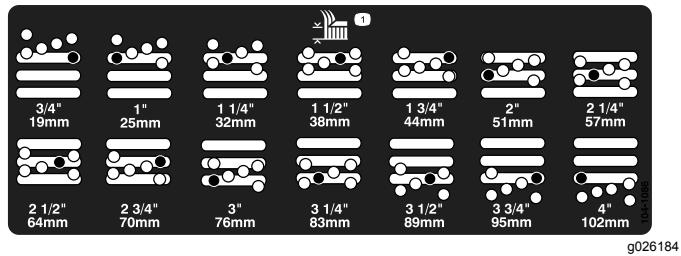

Figura 17
5. Mueva la cámara a la altura deseada e instale el espaciador en el taladro y la ranura de altura de corte deseados (Figura 17)